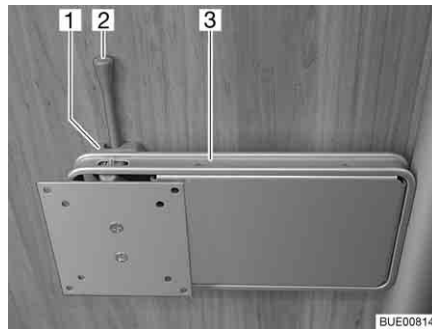

Fig. 66 Support sur colonne
- Pousser le levier de déverrouillage (Fig. 66,2) sur le côté et pivoter le support (Fig. 66,3) et l'écran plat pour les amener en position souhaitée.
- Pivoter l'écran plat en sens inverse, jusqu'à ce que le support (Fig. 66,3) s'enclenche dans le verrouillage (Fig. 66,1).